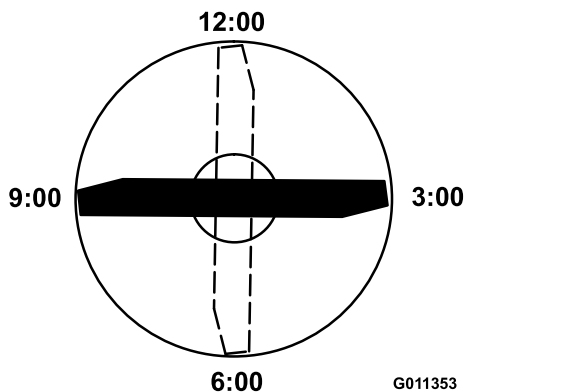

Figura 127
4. Orientate il tagliente dell'estremità marcata della lama sulle ore 12 (esattamente in avanti, nel senso di falciatura) (Figura 127) e misurate l'altezza tra il banco e il tagliente della lama.
5. Ruotate l'estremità marcata della lama sulle ore 3 e sulle ore 9 (Figura 127) e misurate le rispettive altezze.